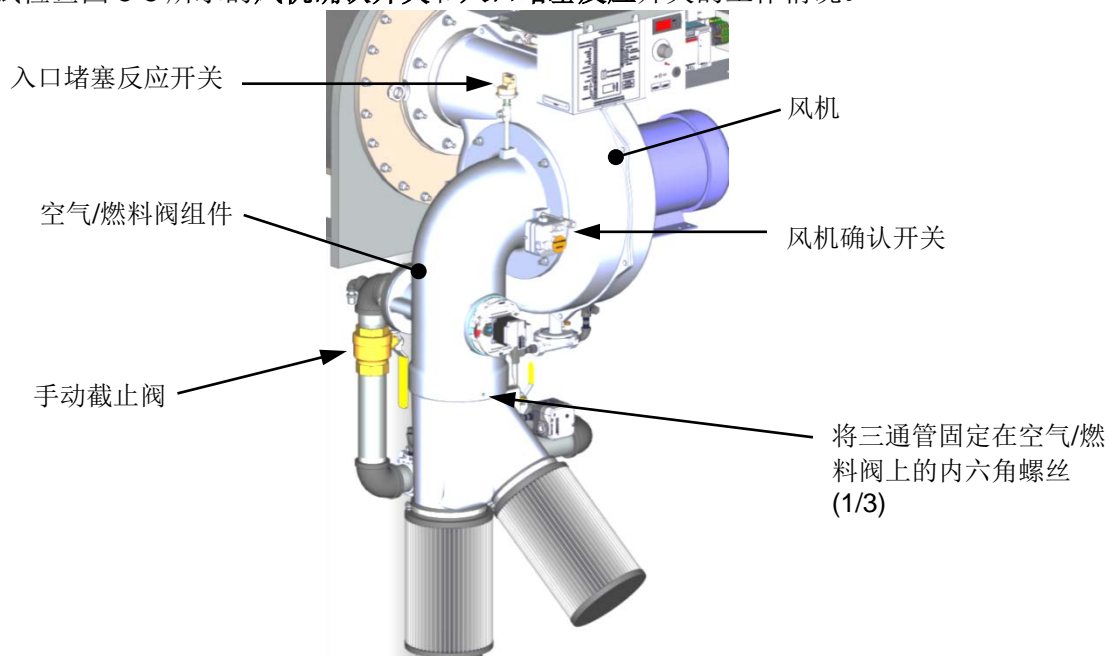

图 5-5: 风机确认开关和入口堵塞反应开关位置
3. 关闭位于安全截止阀（SSOV）和空气/燃料阀之间的手动燃气截止阀，如下图 5-5 所示。
9. 确认火焰后，关闭位于 SSOV 和空气/燃料阀门之间的手动燃气阀（请参阅下图 5-5）。
这些测试检查图 5-5 所示的风机确认开关和入口堵塞反应开关的工作情况。
完成下面的测试，检查图 5-5 所示的风机确认开关的工作情况。
2. 拆下空气过滤器（请参阅上图 5-5）。